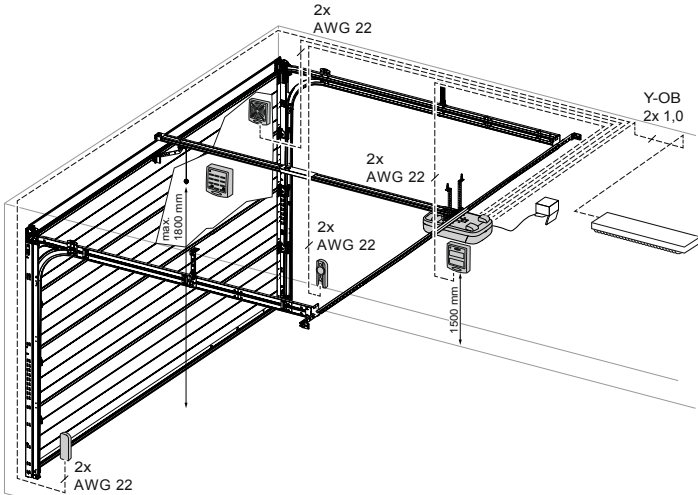

Fig. 3: Exempelinstallation tillbehör
Montera mittupphängningen (13) på löpskenan (bild 3).